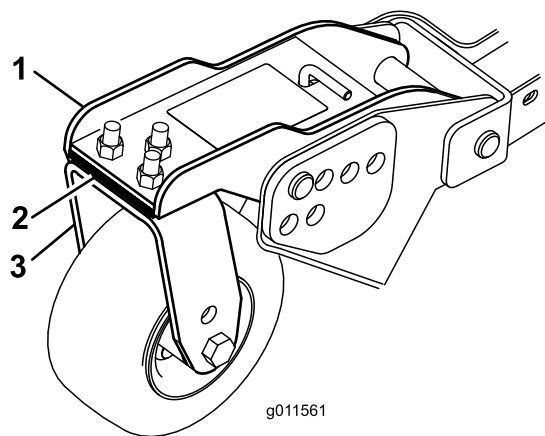

Figure 33
3. Ajoutez ou retirez des cales de 3 mm sur le(s) bras pivotant(s) avant pour que la hauteur de coupe corresponde à celle indiquée sur l'autocollant (Figure 33).
3. Si le bord intérieur de l'unité de coupe latérale est trop élevé par rapport au bord extérieur de l'unité de coupe avant, retirez une cale de 3 mm au bas du bras de la roue pivotante intérieure avant de l'unité latérale (Figure 33).